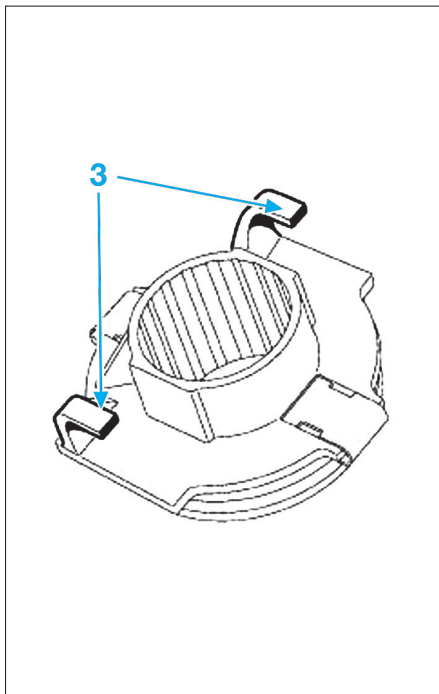

Fig. 9
- Reposer la butée sur le tube-guide en plaçant les crochets (3) dans la fourchette (Fig.9).